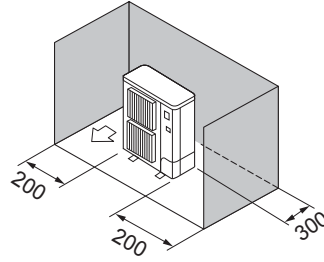

Fig. 2-5
- ③ Yalnızca arkadaki ve yandaki engeller (Fig. 2-5)